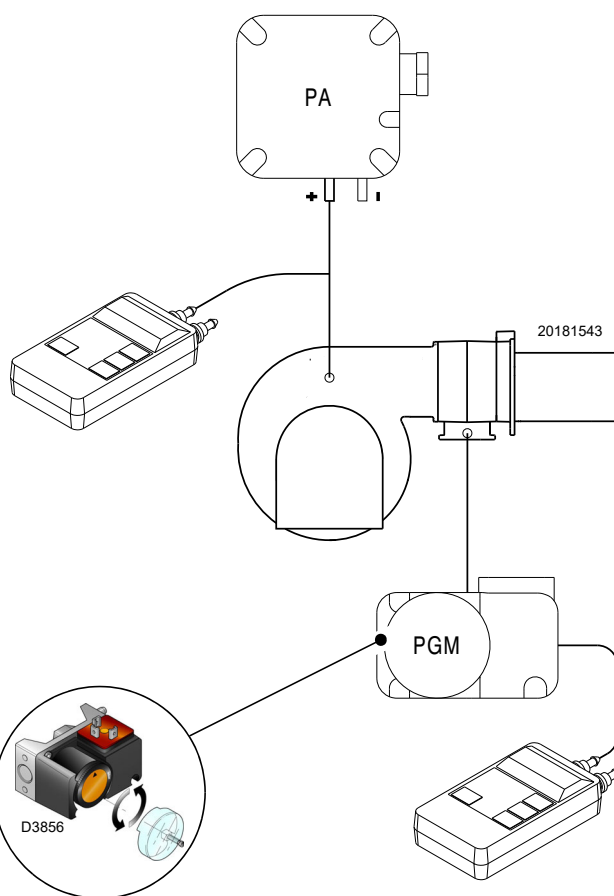

Fig. 28
- Regolare il pressostato gas di massima (Fig. 28 a pag. 27) a fine scala.
Eseguire la regolazione del pressostato gas di massima (Fig. 28) dopo aver effettuato tutte le altre regolazioni del bruciatore con il pressostato gas di massima regolato a fine scala.